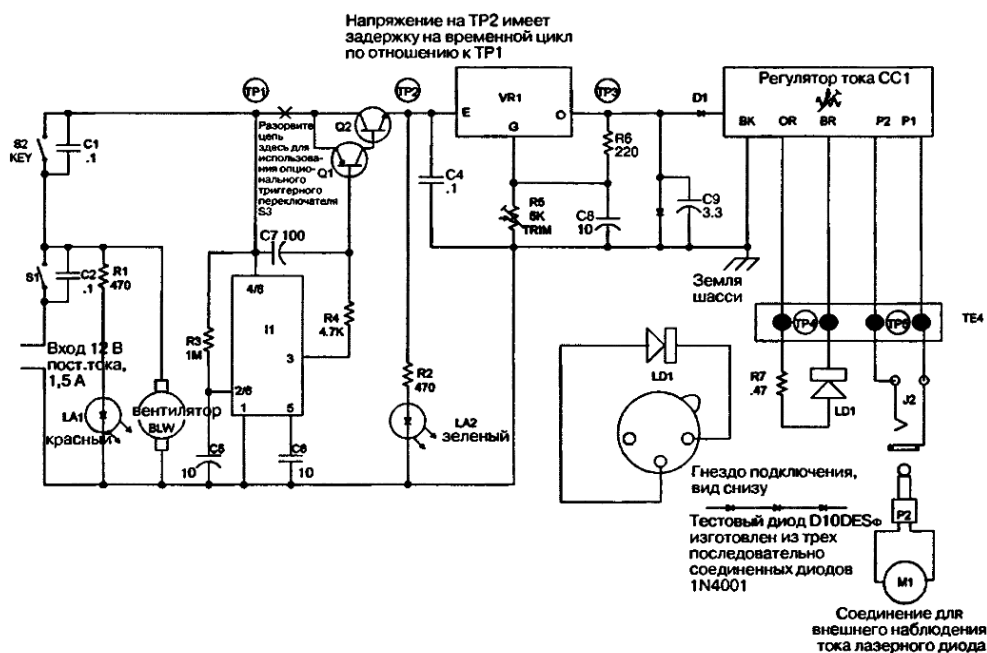

Рис. 9.2. Принципиальная схема диодного лазера
в лабораторных условиях. Мы предлагаем нестандартный тип переключателей, которые при определенных условиях могут вызвать временные повреждения. Входное питание включается тумблером S1, который сразу включает вентилятор BLW1 и индикаторный светодиод LA1. Запуск самого лазера осуществляется кнопочным переключателем S2, который запускает таймер И1 с необходимой задержкой, требуемой для лазеров класса IV. Выходной сигнал таймера включает с задержкой переключательную схему на транзисторах Q1 и Q2 посредством медленного заряда стартового конденсатора C7 при включении, как показано на рис. 9.2.
напряжения VR1 (см. рис. 9.2),
1. Соберите тестовый диод из трех последовательно соединенных полупроводниковых диодов типа 1N4001 для моделирования лазерного диода (см. рис. 9.2).